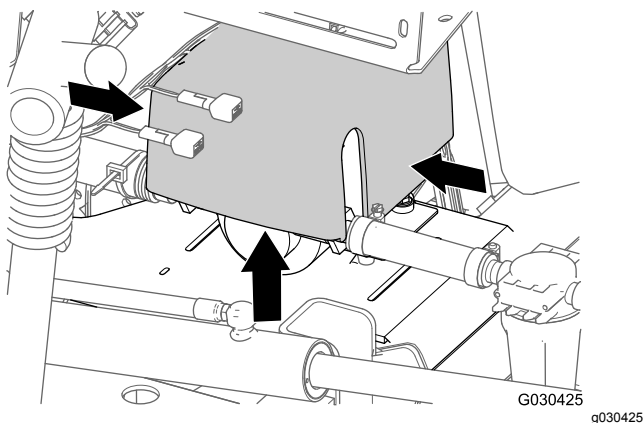

Figure 13
1. À l'arrière de la machine, rapprochez les côtés du couvercle de la pompe de rinçage et soulevez-le jusqu'à ce que les languettes du couvercle passent les fentes dans la plaque de serrage, puis déposez le couvercle de la machine (Figure 13).